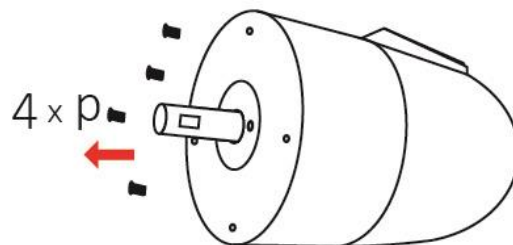

bild 10
2. Lossa de fyra skruvarna (p) från framsidan av motorenheten. (bild 10)